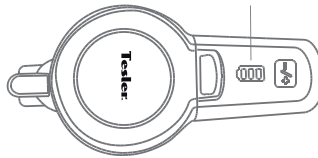

Рис. 5. Индикатор заряда батареи
- ☒ Для подключения зарядной станции к сети при необходимости используйте удлинитель. Процесс зарядки будет отображаться на индикаторе заряда батареи (рис. 5).